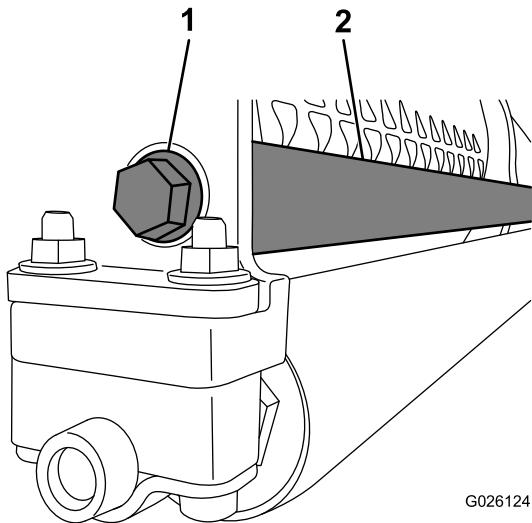

Bild 5
4. Befestigen Sie das Gewindeende der Stützstange mit einer Bundkopfschraube am Rahmen (Bild 5).